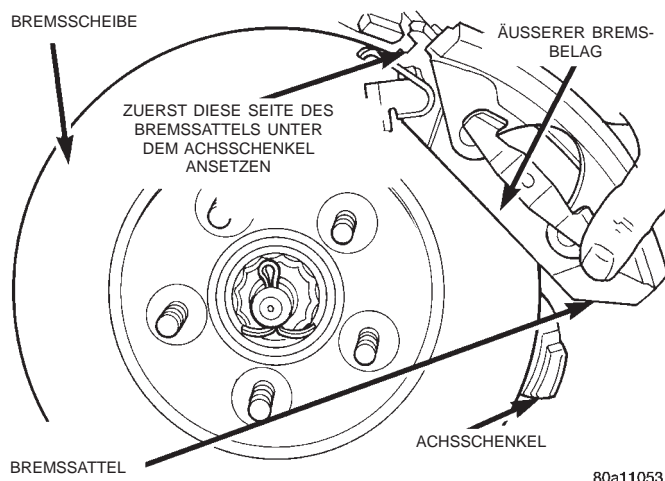

**Abb. 54 Inneren Bremsbelag einbauen**
(5) Den neuen inneren Bremsbelag fest in die Bohrung im Kolben eindrücken (Abb. 54). Darauf achten, daß der Bremsbelag flächig auf der Stirnfläche des Kolbens aufliegt.